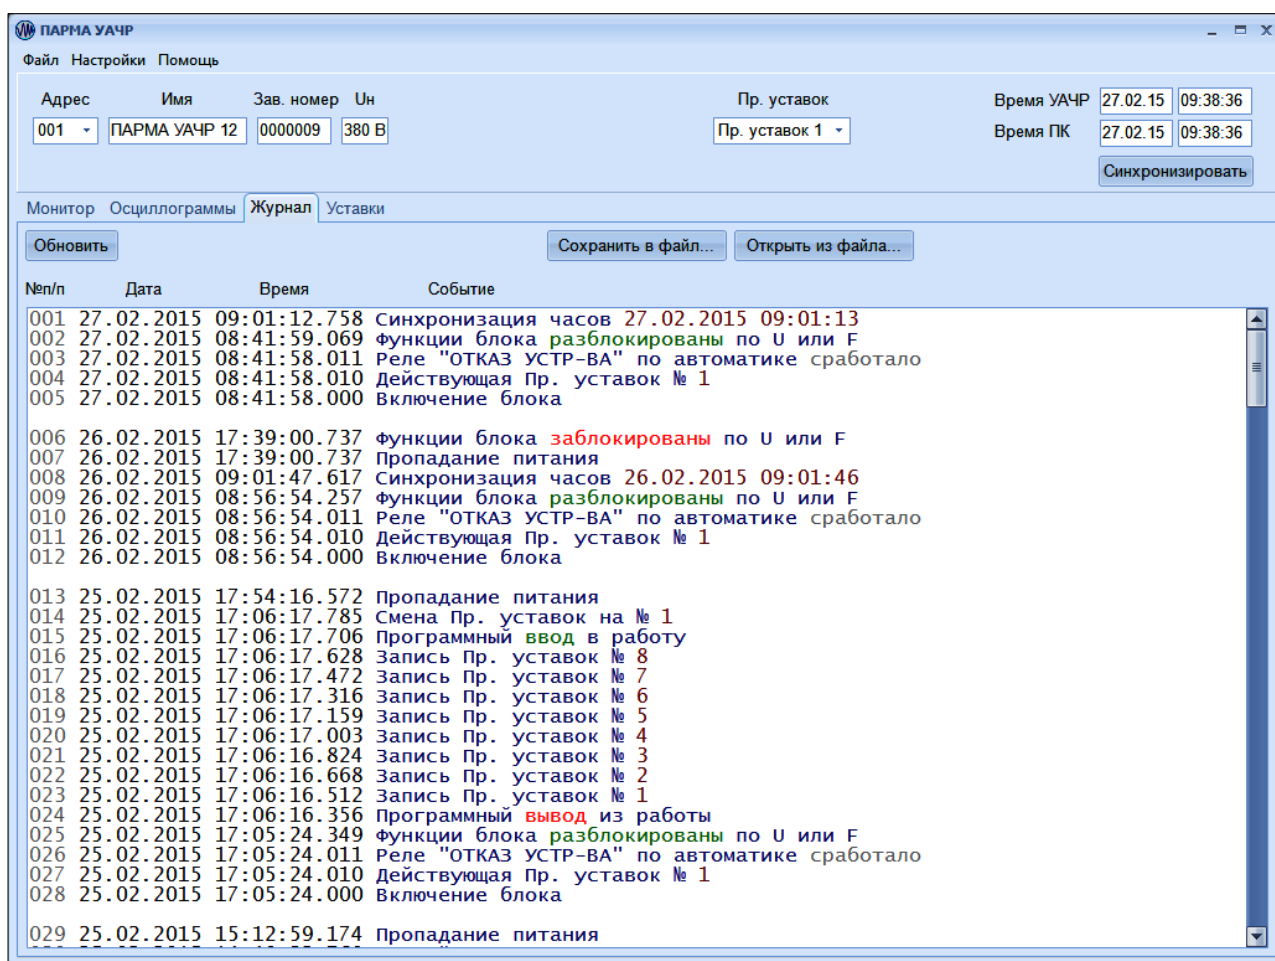

Рисунок 11 – Вкладка "Журнал"
5.3.9.1 Вкладка "Журнал" предназначена для просмотра журнала событий УАЧР (рисунок 11).